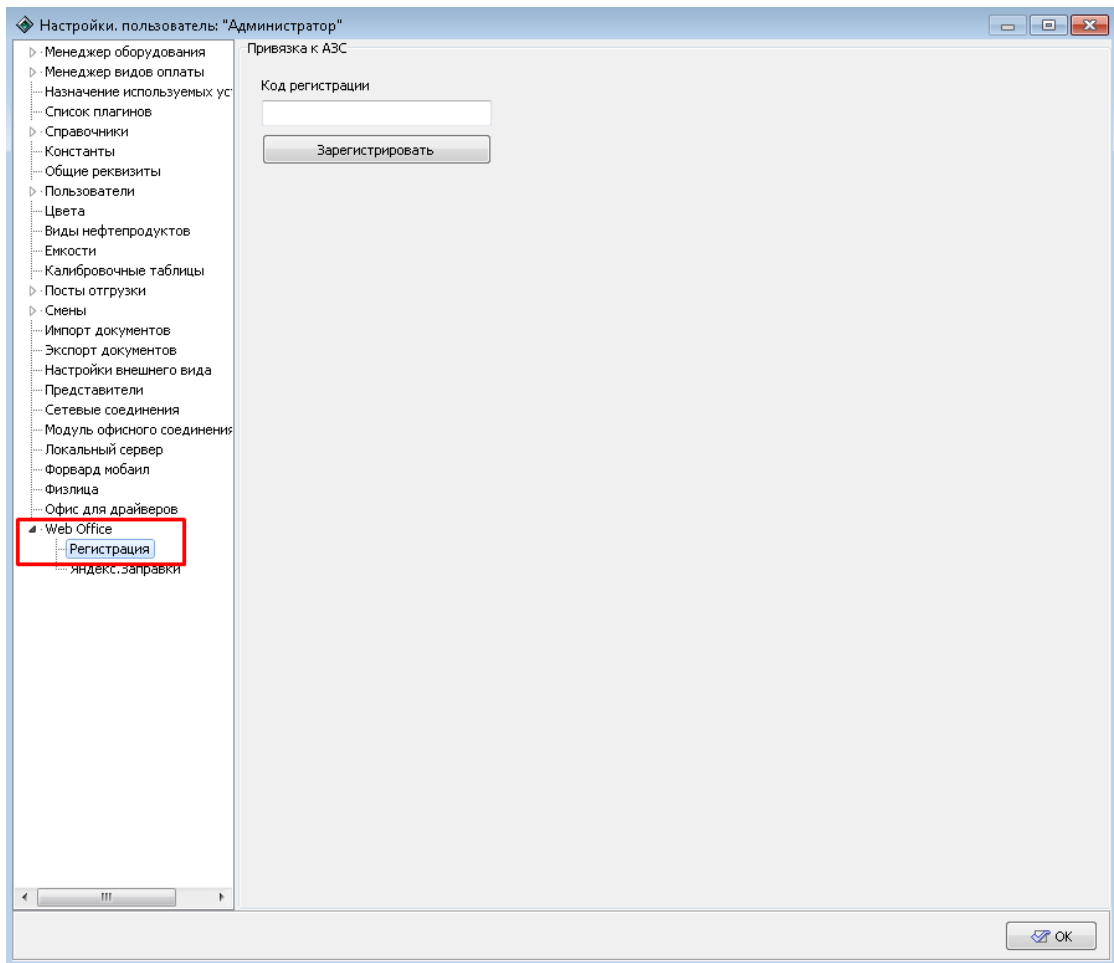

Рисунок 117.
- 10*. Зайдите в меню "WebOffice" -> "Регистрация" (рисунок 117):